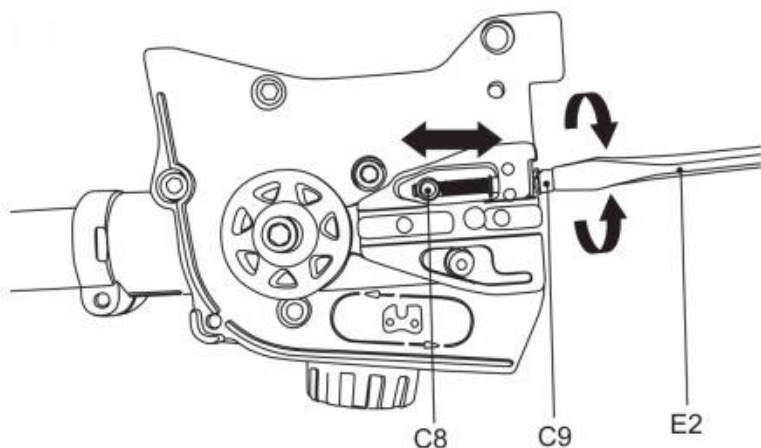

Fig. 9
5) Gebruik het schroevendraaiertje van het multistool (E2) om de kettingspanner (C9) tegen de klok in te draaien. De spanpen (C8) beweegt dan naar links. Als de kettingspanner (C9) met de klok mee wordt gedraaid, beweegt de spanpen (C8) naar rechts. (Afb. 9)